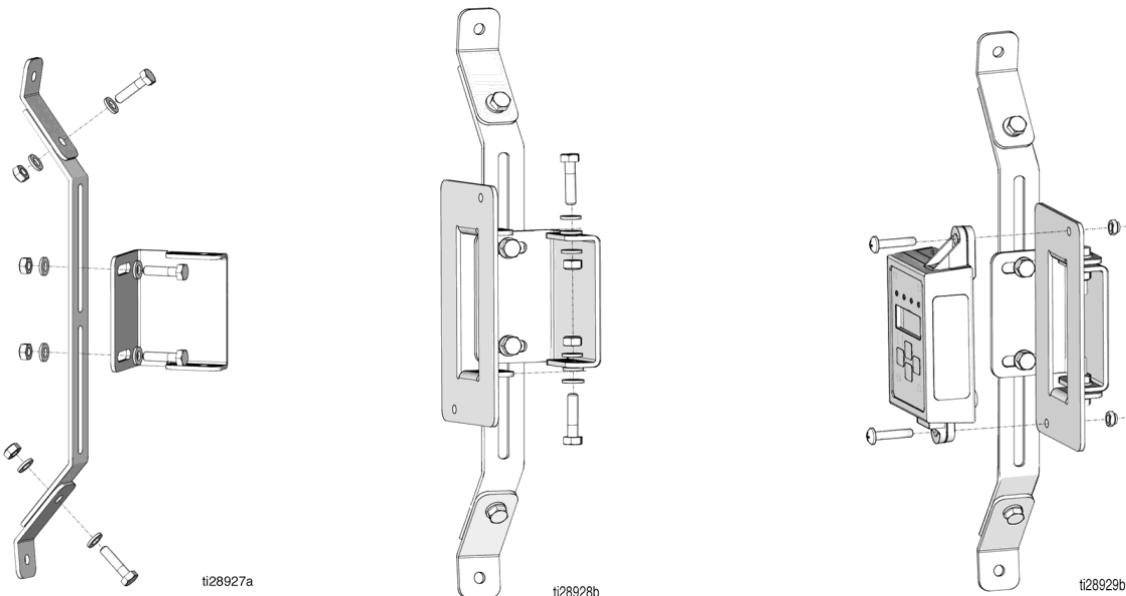

Рис. 16
**ПРИМЕЧАНИЕ:** не все детали, входящий в комплект монтажного кронштейна, могут понадобиться. Сборка кронштейна, показанная на Рис. 16, приведена в качестве общего руководства. Кронштейн предназначен для сборки в нескольких конфигурациях. Соберите детали таким образом чтобы наилучшим образом разместить установку.
**ПРИМЕЧАНИЕ:** Рис. 16 приведен только в качестве общего руководства. Детали кронштейна можно вращать, чтобы лучше установить кронштейн в конкретном месте и в таком положении, чтобы оператору было удобно до него дотягиваться, находясь в кабине.